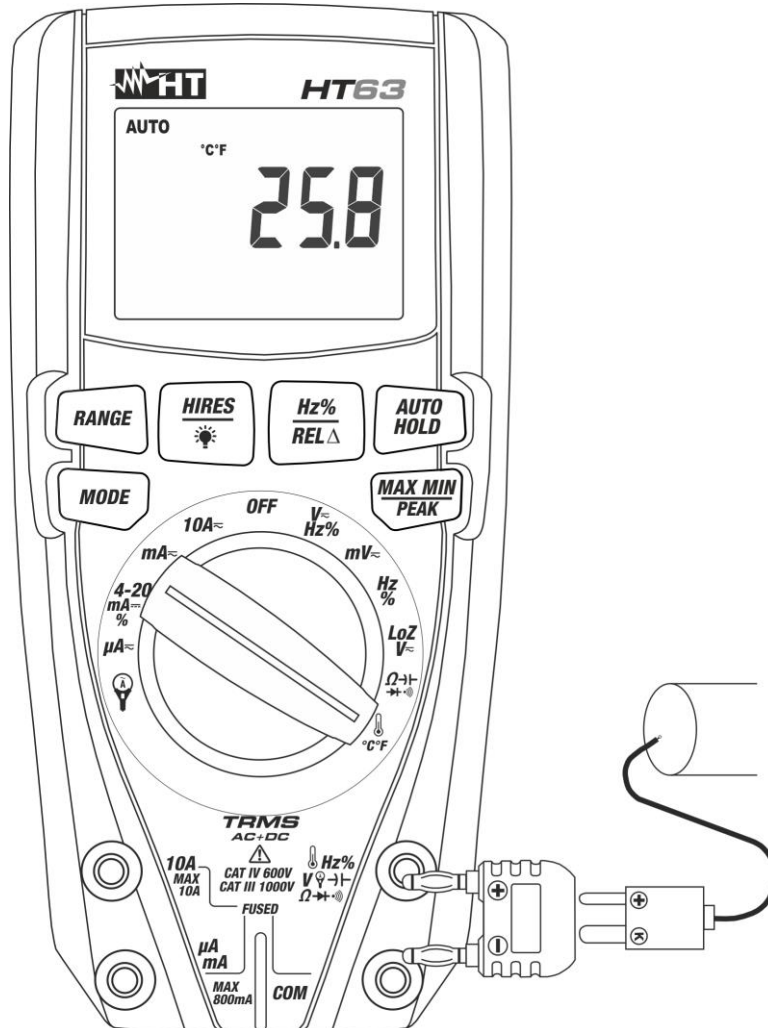

Fig. 9: Mesure de température
3. Insérer l'adaptateur fourni dans les bornes d'entrée Hz% V~ Hz% V~ Ω~ (polarité +) et **COM** (polarité -) (voir Fig. 9)